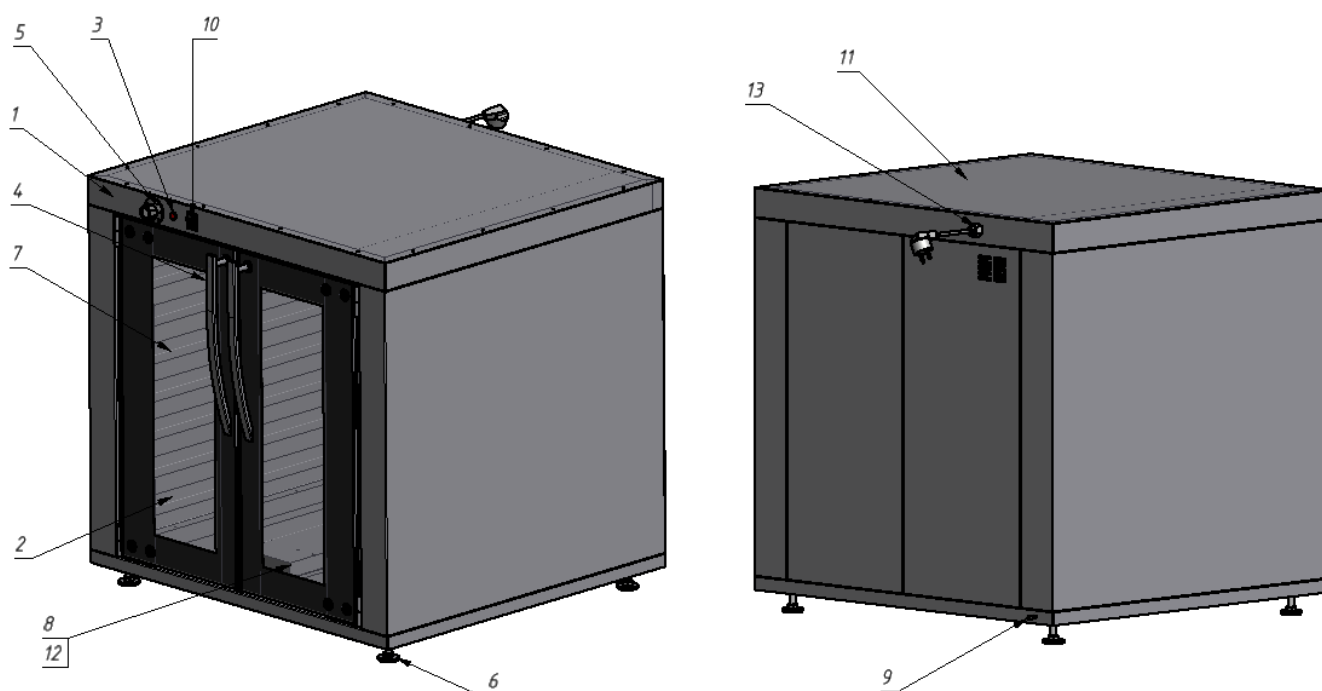

Рис. 2
- 5.3. Подсоединить заземление корпуса установки рис.2 поз.9 к заземляющему контуру помещения согласно ГОСТ 27570.0-87.
- 6.3. Нажать кнопку переключателя поз.10 рис.2.
- 6.4.Задать необходимую температуру расстойки поворотом ручки терморегулятора поз.5 ,рис.2., загорится сигнальная лампочка поз.3 рис.2. При этом установка начинает работать в режиме «Расстойка» (ТЭН нагревает воздух в камере). В дальнейшем терморегулятор будет поддерживать заданную температуру в камере. Более точную температуру расстойки теста задать опытным путем.
- 6.5. При необходимости для увлажнения теста и препятствию образования корочки в ванночку поз.8 (Рис.2) наливают воду. Пополнять воду в ванночке по мере испарения, не допуская переливания воды через край.
- 6.8.При окончании работы установки выключить кнопочный переключатель поз.10 рис.2, провести чистку рабочей камеры специальными чистящими средствами, обмыть и вытереть насухо.